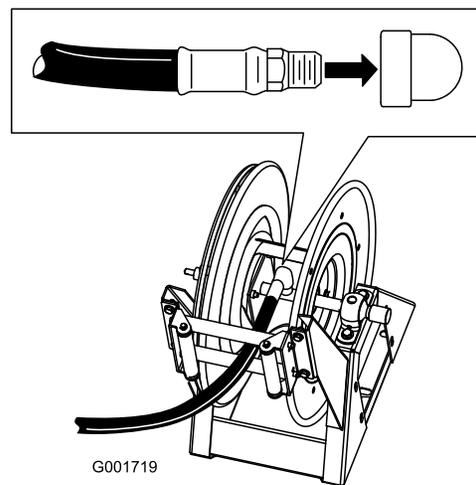

図 17
1. ホース (長) のフィッティングのネジ部にテフロンテープを巻き、フィッティングをリールの接続チューブに差し込む (図 17)。